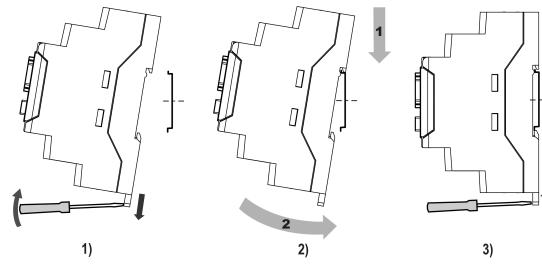

Рисунок 2 – Монтаж прибора
- Вставив отвертку в проушину, оттянуть защелку (см. рисунок 2, 1). Прибор установить на DIN-рейку.
- Прибор прижать к DIN-рейке (см. рисунок 2, стрелки 1 и 2). Отверткой вернуть защелку в исходное положение.